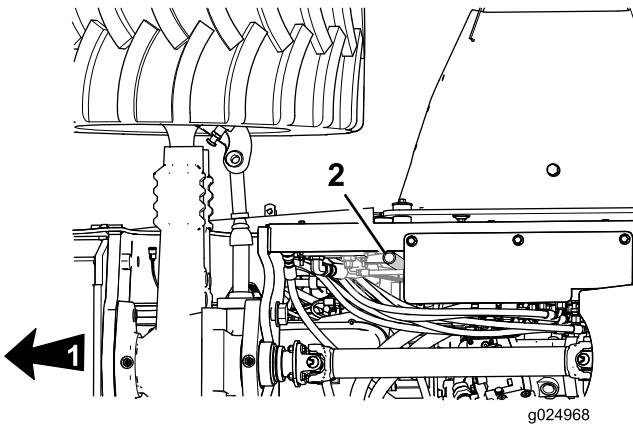

Рисунок 67
- Проверьте трубку сапуна картера двигателя (Рисунок 67) на наличие осадка, загрязнений или льда внутри трубы.